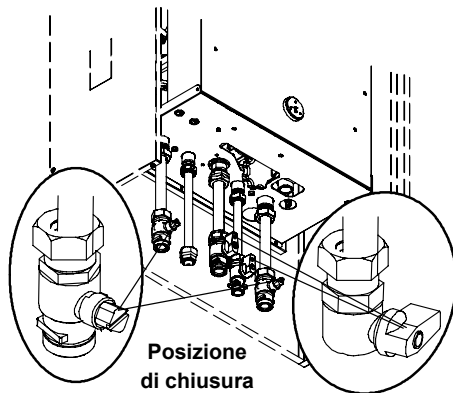

Figura 2.2
- Chiudete i rubinetti della caldaia (Figura 2.2)